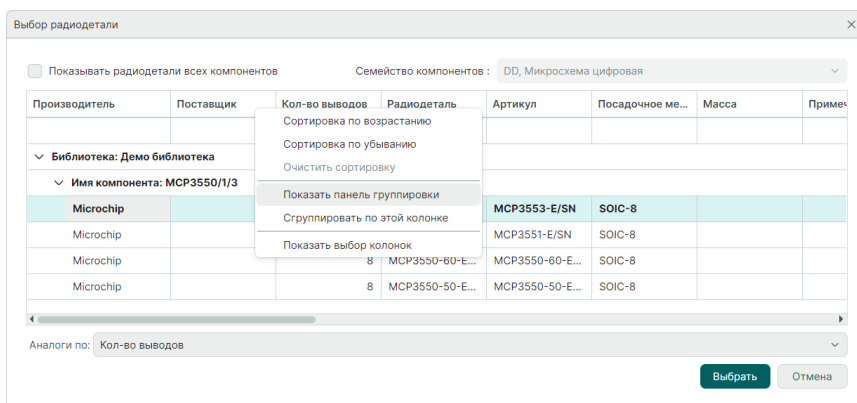

Рис. 101 Группировка радиодеталей по умолчанию
3. По умолчанию данные сгруппированы по столбцам «Библиотека» и «Имя компонента». Для отображения панели группировки используйте команду контекстного меню «Показать панель группировки» для любого заголовка столбца, см. Рис. 101.